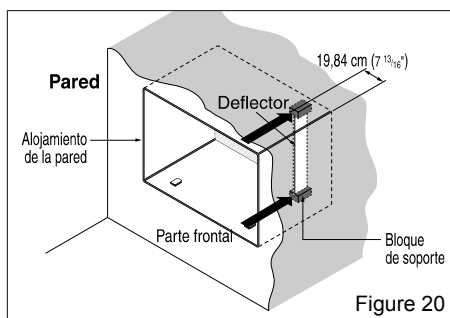

Figure 20
- 6** Extraiga la parte posterior de los bloques de soporte y fíjelos al interior del alojamiento de la pared según se muestra en la FIG 20. Deslice el deflector en las ranuras de los bloques de soporte.